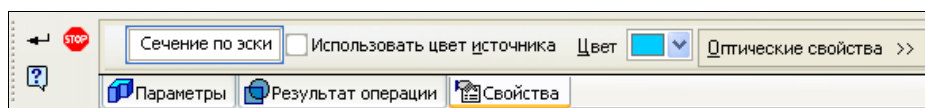

Рис. 9.11. Панель свойств: **Сечение по эскизу** с открытой панелью **Свойства**
- ◆ на Панели свойств: **Сечение по эскизу** откройте вкладку **Свойства** (рис. 9.11). На этой панели: